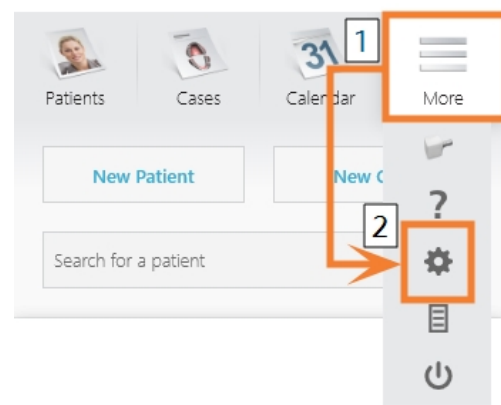

FIG. 17 – APERTURA DELLE IMPOSTAZIONI IN TRIOS DESIGN STUDIO
14. Nella barra dei menu, selezionare **Altro**. Nel menu a discesa, selezionare l'icona **Impostazioni** (🔧 Fig. 17 – nel seguito).